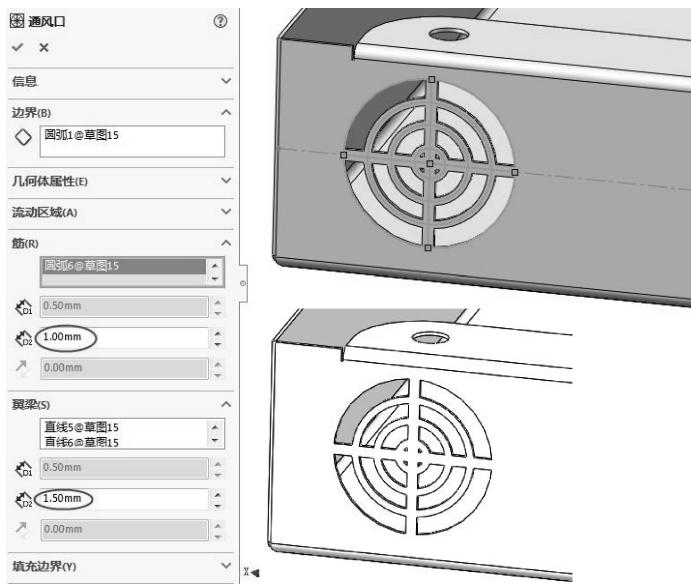

图 6-78 生成通风口
- 11 单击【通风口】按钮，弹出【通风口】属性面板。选择所绘制的草图，系统自动捕捉到最大直径圆，将其作为通风口的边界。在【通风口】属性面板中选择所有圆为“筋”，输入筋的宽度均为1mm；水平和竖直的直线段为【翼梁】，翼梁的宽度为1.5mm，单击选中最小圆作为填充边界，填充边界内将被封闭不再被分割。设置参数过程中，用户可以预览图形的变化，设置完成后确认创建通风口完毕，如图6-78所示。